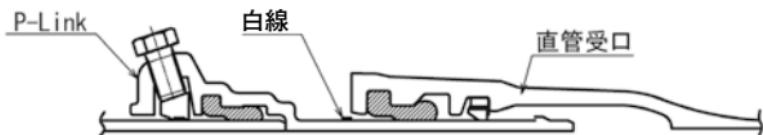

図63 直管受口との接合
- (1) 「管の清掃」から「挿し口の挿入」までは直管の接合要領と同じである。ただし、挿入量はP-Link外面に表示してある白線の幅の中に直管受口端面を合わせる(図63参照)。なお、ライナを装着した直管受口への接合はIV 2.「直管受口にライナを使用する場合」(P33~38)を参照すること。また、その管理方法は、異形管挿し口を接合する場合と同じとする(P39(2)及び図46参照)。